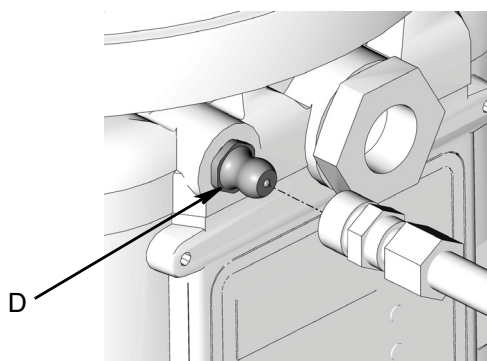

FIG. 21
- Toujours nettoyer le raccord (D) (FIG. 21) avec un chiffon propre et sec avant de remplir le réservoir. La poussière et/ou des débris peuvent endommager la pompe et/ou le système de lubrification.